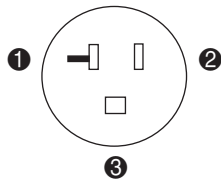

Figura 1. Requisitos de la toma de pared para Norteamérica
- Una toma dedicada (Figura 1) y un disyuntor de circuito de 20 A proporcionarán alimentación exclusivamente a la biblioteca. Es necesario utilizar un cable de alimentación armonizado de 3 x 1,5 mm² aprobado por el país en que se va a utilizar, e instalar la toma de pared apropiada. Para obtener información de seguridad importante acerca de productos y cables de alimentación de HP, consulte el folleto de *Información de Seguridad Importante*.